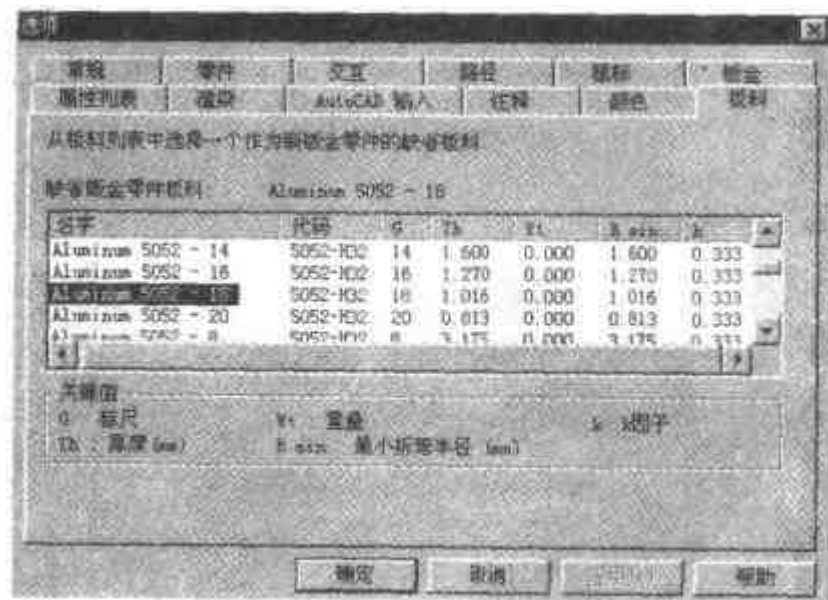

图 4.116 【板料】选项卡
- (1) 选择【工具】|【选项】命令，在弹出的【选项】对话框中选择【板料】选项卡，选用的板料材料为“Aluminum 5052-18”，此板料具有的属性如图 4.116 所示。